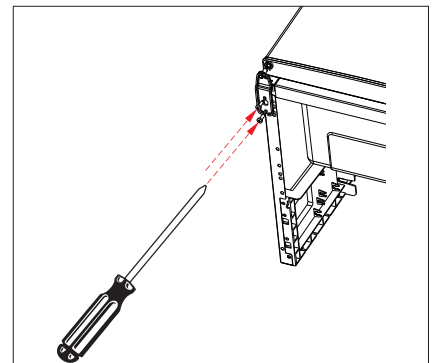

Fig. 12
- ▶ Spænd ikke skrueene helt fast endnu, da fryseskabsdøren (4) stadig skal kunne justeres. Spænd først skrueene, når en ensartet lukning af fryseskabsdøren (4) er mulig. (fig. 12)